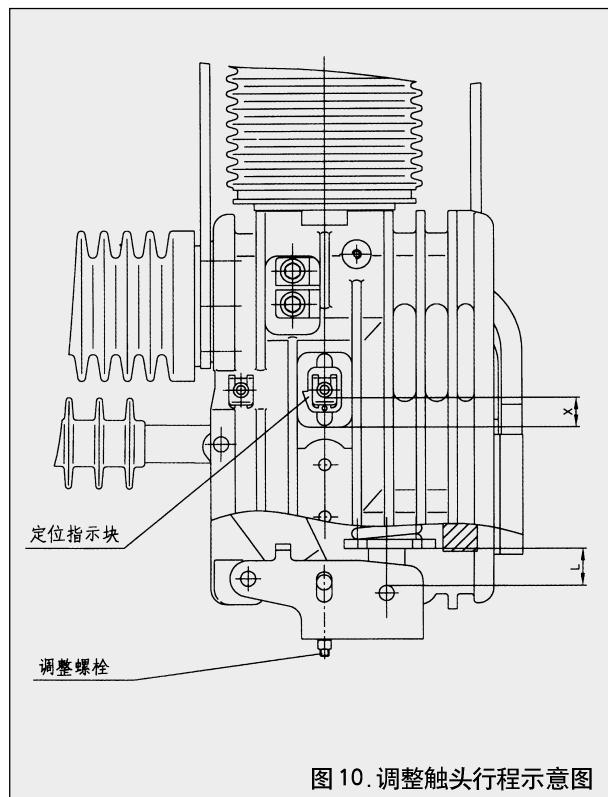

图 10. 调整触头行程示意图
6. 灭弧室更换后应测量触头行程；测出分、合闸位置时的 $X, X_{合} - X_{分} = X$ 。触头行程 X 应为 $9 \pm 1\text{mm}$ ；量出分、合闸位置时的 $L, L_{合} - L_{分} = L$ 。 L 为触头超行程。触头超行程为 8 ± 2 。如果行程与超行程不符合要求时，可调节螺栓，当螺栓往下调整触头行程增大，超行程减小，反之螺栓往上调整，触头行程减小，超行程增大。(见图10)